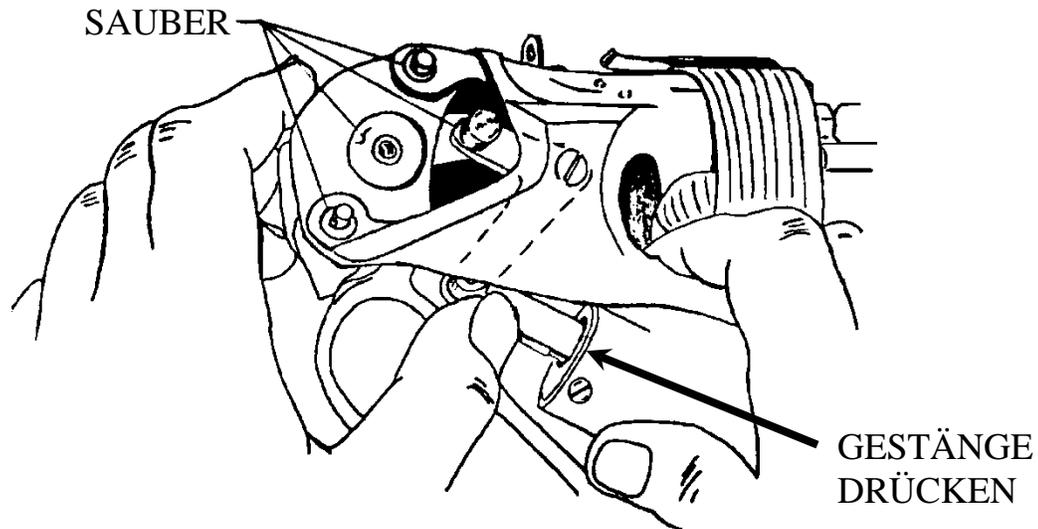

ABB. 10
- Sicherstellen, daß die Rolle oben in der Einbuchtung ist. Falls nicht kann sie durch Vordrücken des Gestänges an der Antriebszylinderstange bewegt werden. (Siehe Abb. 10.)